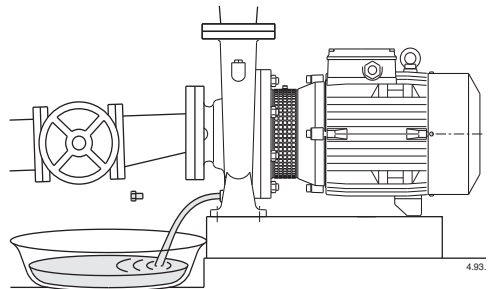

Fig. 4 Auffüllung.
**Wird die Pumpe nicht eingesetzt, so muß sie bei Frostgefahr vollständig entleert werden (Abb. 4).**